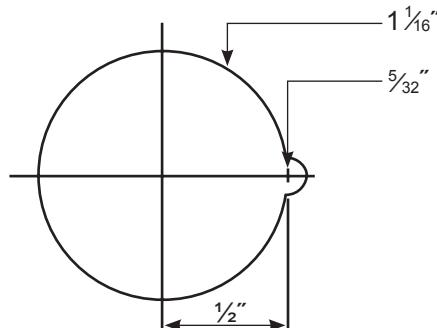

Figure 4 - dimensions des trous
- 4** Utilisez une mèche de 4 mm et percez le trou (figure 4).